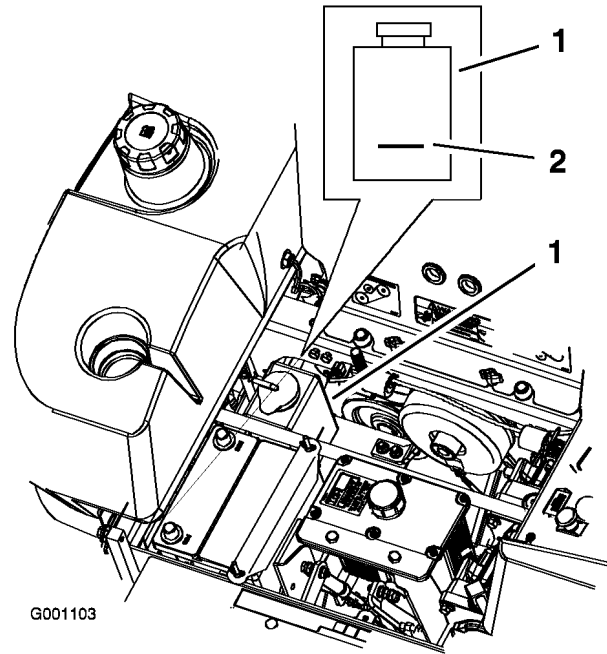

Figura 53
3. A motore freddo, controllate il livello della bottiglia di troppopieno. Il fluido deve raggiungere la sporgenza all'esterno della bottiglia di troppopieno (Figura 53).
4. Se il livello del refrigerante è basso, rabboccate la bottiglia di troppopieno con una miscela di 50% antigelo a lunga durata/DexCool® e 50% acqua (Figura 53).
5. Versate la miscela refrigerante 50/50 nella bottiglia di troppopieno e riempite fino alla linea tracciata sulla bottiglia (Figura 53).